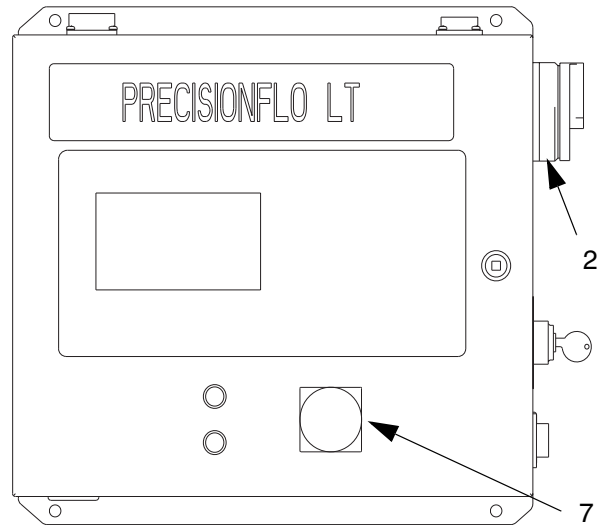

FIG. 20
4. Premere il pulsante arresto tenuta (7). Vedere FIG. 20.
5. Spegnere l'interruttore di alimentazione (2).